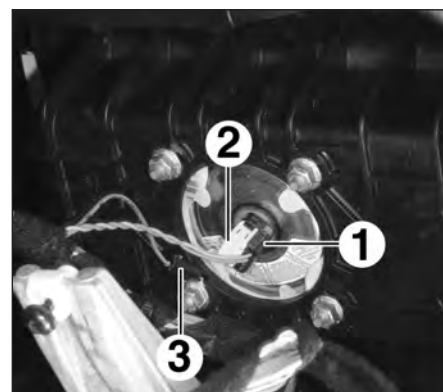

FIG.3
- le connecteur d'airbag (1) en tirant la bague jaune (2) vers le bas (Fig.3),
- le connecteur (3) de la masse.